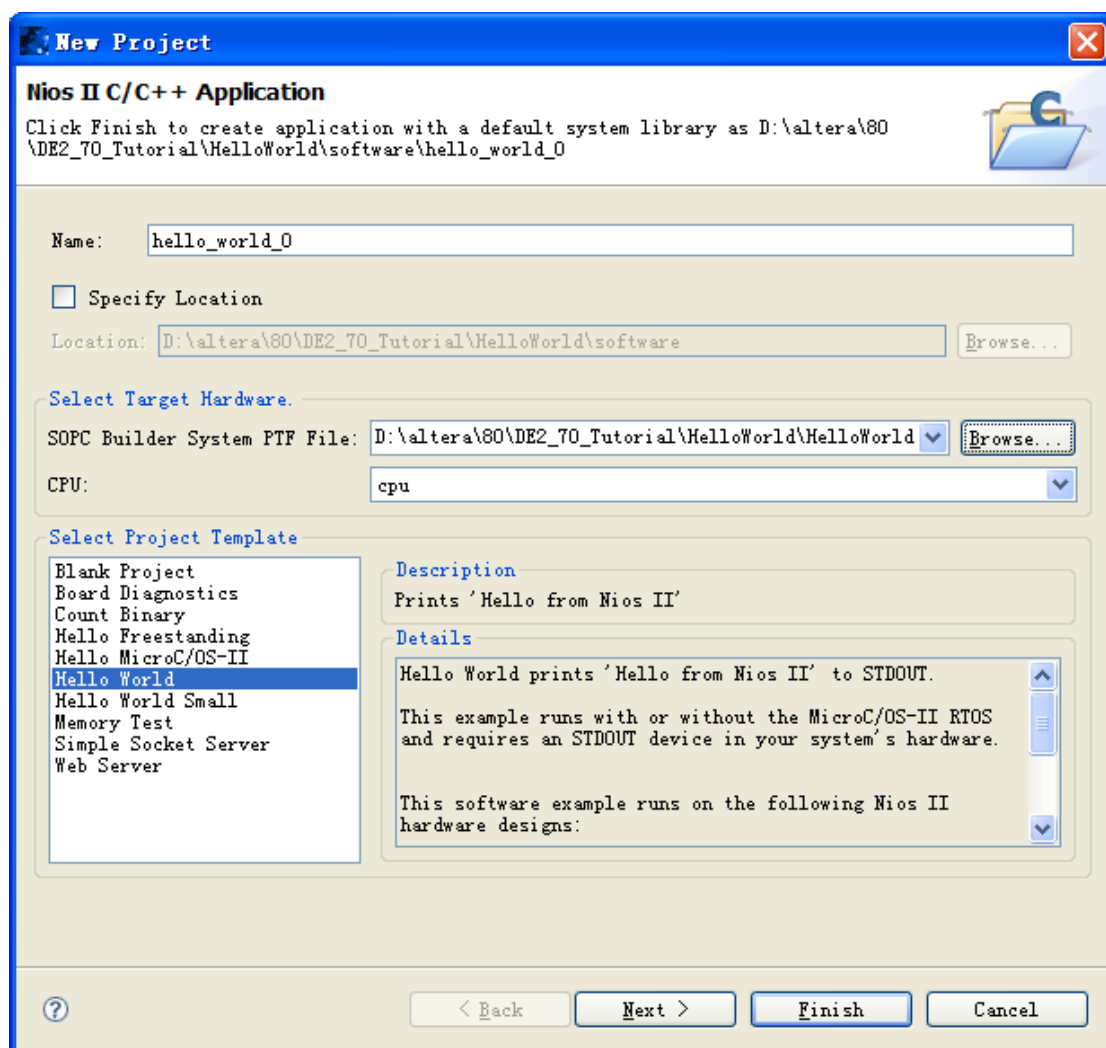

图 6-12 新建工程
16. 选择 “File->New->Nios II C/C++ Application”，左侧选择 HelloWorld 模板，右侧选择好 SOPC 系统对应的 ptf 文件，Finish，参看图 6-12。